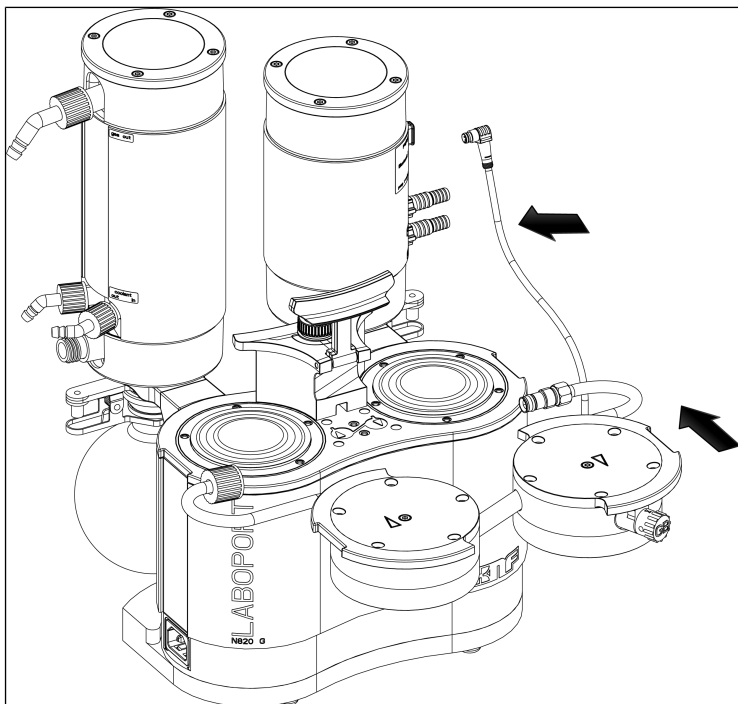

Fig.29: Montaggio della testa della pompa
1. Portare le membrane (7) in posizione centrale.
2. Premere sull'intero perimetro del bordo di entrambe le membrane (7).
3. Applicare il coperchio testa (3) in corrispondenza della spina di registro (5) sulla piastra intermedia (6).
4. Applicare la piastra di spinta (2) sul coperchio testa (3), in corrispondenza del tratto a matita.
5. Serrare saldamente la vite con testa interna (1) al centro della piastra di spinta (coppia di serraggio: 1 Nm).
7. Applicare le due teste della pompa (composte da coperchio testa (3), piastra intermedia (6) con piastre portavalvola/guarnizioni (4) e piastra di spinta (2)), assieme al tubo di allacciamento, sulla carcassa della pompa, in corrispondenza del tratto a matita (vedere Fig. 29).
- i** Durante tale fase, accertarsi che il collegamento tubo flessibile (11) venga introdotto in rettilineo nel raccordo del separatore.
8. Avvitare manualmente di 1-2 giri la vite a risvolto del collegamento tubo flessibile (11).